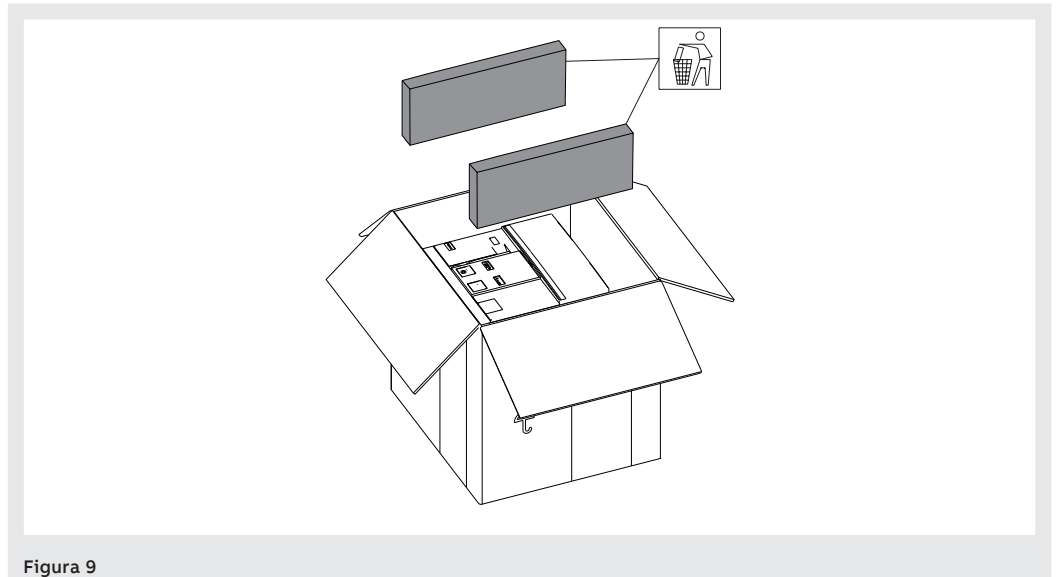

Figura 9
3. Togliere dalla scatola di imballo le protezioni di contenimento laterali. Vedi Figura 9.